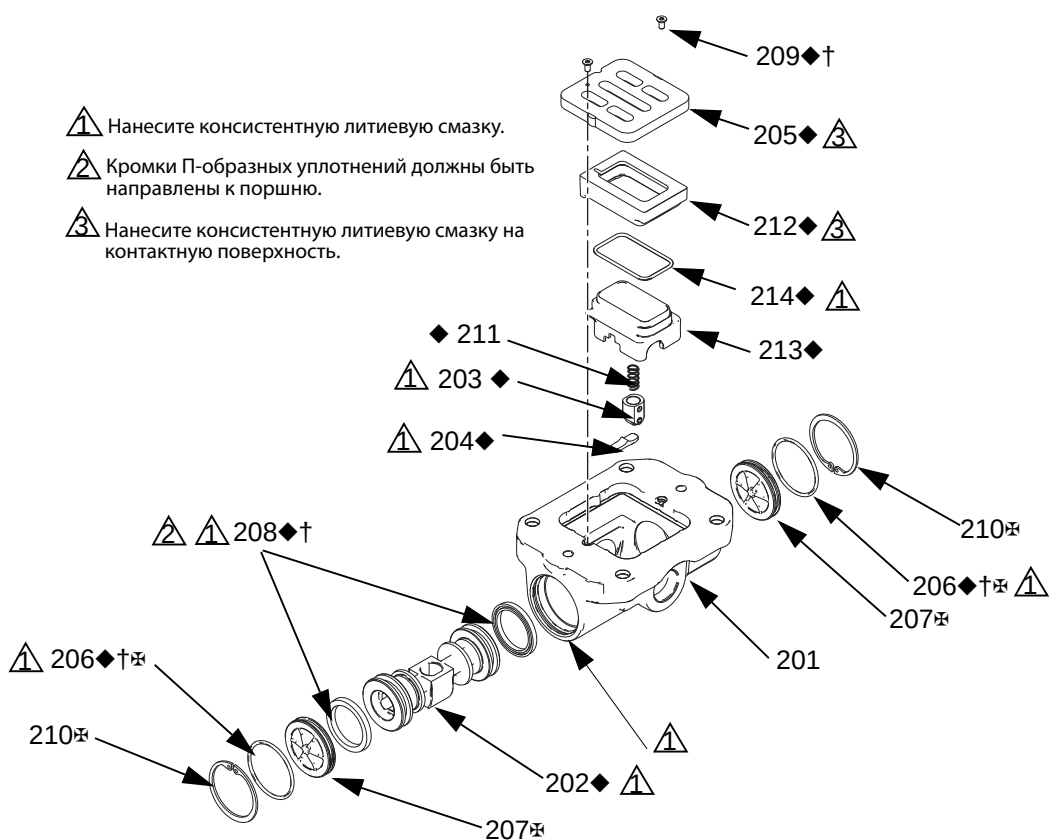

Рис. 2. Узел воздушного клапана
2. См. Рис. 2. Используйте отвертку Torx (размеры T8 для алюминиевых центров и T10 для пластмассовых центров), чтобы снять два винта (209). Снимите клапанную пластину (205), узел манжеты (212–214), пружину (211) и узел фиксатора (203).
3. Извлеките манжету (213) из основания (212). Извлеките уплотнительное кольцо (214) из манжеты.
4. См. Рис. 2. Снимите стопорное кольцо (210) с каждого торца воздушного клапана. Используйте поршень (202), чтобы вытолкнуть торцевую крышку (207) с одного торца. Снимите П-образное уплотнение (208). Извлеките поршень с торца и снимите другое П-образное уплотнение (208). Снимите другую торцевую крышку (207) и извлеките уплотнительные кольца торцевой крышки (206).
5. Извлеките стопорный кулачок (204) из корпуса воздушного клапана (201).